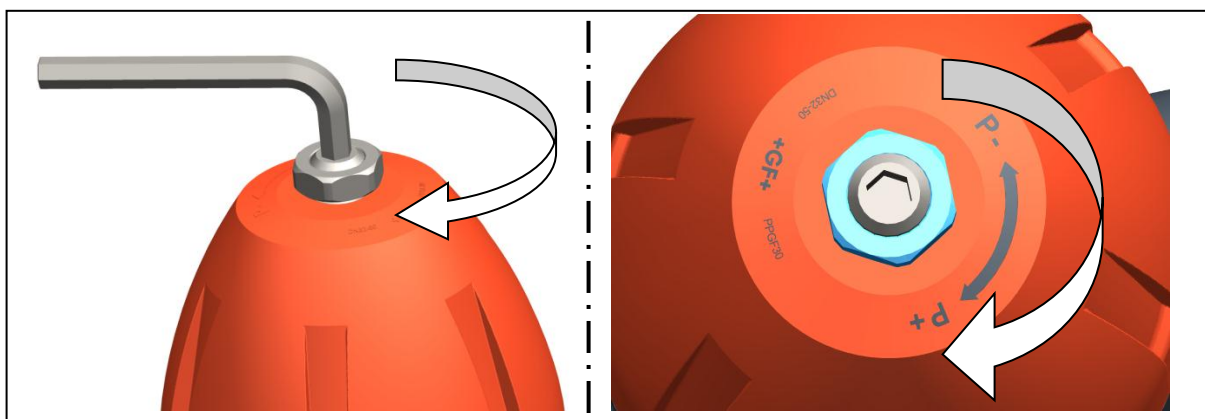

Abb. 4
- Um Sollwert zu erhöhen: Feder spannen. Dazu Spindel im Uhrzeigersinn drehen, siehe Abb. 4